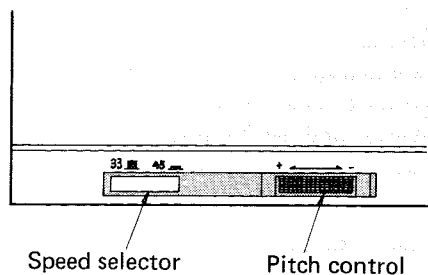

Fig. 13 (Abb. 13)
(See Fig. 13)
5. Den Drehzahlumschalter in die 45 U/min-Position drücken. (Siehe Abb. 13)
3. Den Drehzahlumschalter in die 33-1/3 U/min-Position drücken. (Siehe Abb. 13)
3. Pousser le commutateur de changement de vitesse sur 33-1/3 t/p.m. (Voir Fig. 13)
5. Pousser le commutateur de changement de vitesse sur 45 t/p.m. (Voir Fig. 13)
3. Apriete el interruptor selector de velocidad a 33-1/3 r.p.m. (Vea la Fig. 13)
5. Apriete el interruptor selector de velocidad a 45 r.p.m. (Vea la Fig. 13)